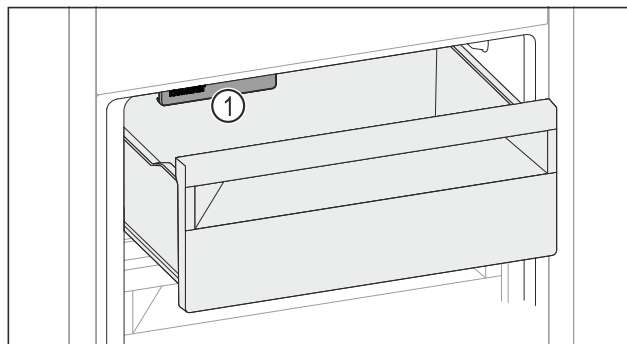

Fig. 145
- ▶ 请考虑 IceMaker Fig. 145 (1)。